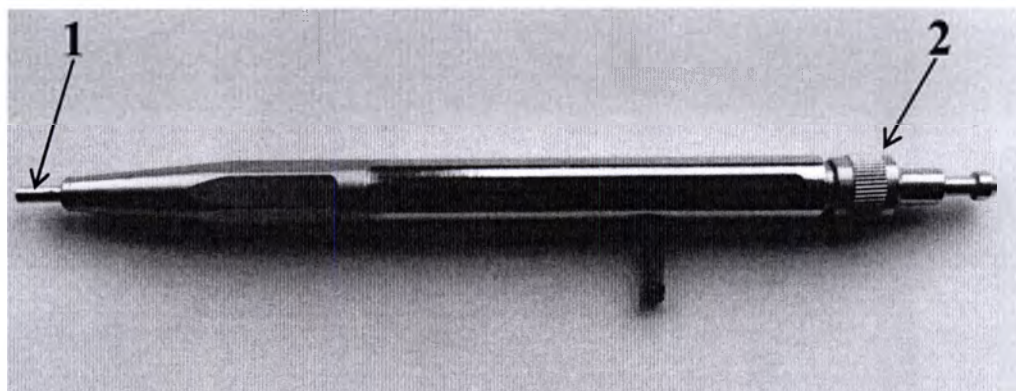

Рис. 12.30 - Волоконная ручка (1 – выход волоконной ручки, 2 – фиксирующая гайка)
12.14.1 Прибор оснащен волоконной ручкой, предназначенной для подведения лазерного излучения к месту воздействия при помощи волоконного рассеивателя (рис.12.30).